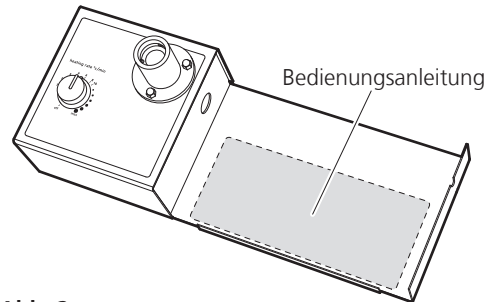

Abb. 2
2. (Für den erstmaligen Einsatz). Nach dem Auspacken des Geräts wählen Sie bitte das entsprechende Selbstklebeetikett aus dem mitgelieferten mehrsprachigen Set aus. Folie auf der Rückseite abziehen und das Etikett auf die große Aussparung der Metalloberfläche rechts am Gerät aufkleben (siehe Abb. 2). Das Etikett mit einem flachen Gegenstand so aufdrücken, dass keine Luftblasen verbleiben.